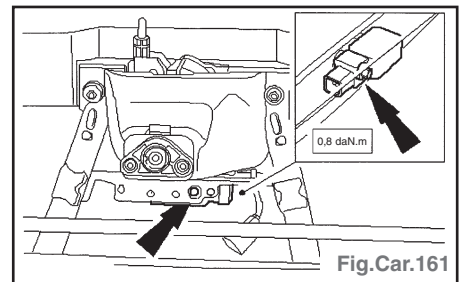

Fig.Car.161
- Déposer le capteur d'impact (Fig.Car.161).